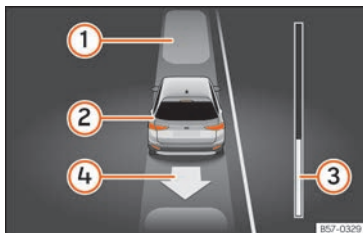

Fig. 284 Sul display del quadro strumenti: uscire da un parcheggio in linea.
Legenda della **fig. 284**:
La barra di avanzamento »» fig. 284 ③ indica la distanza che si deve percorrere »» pag. 332.